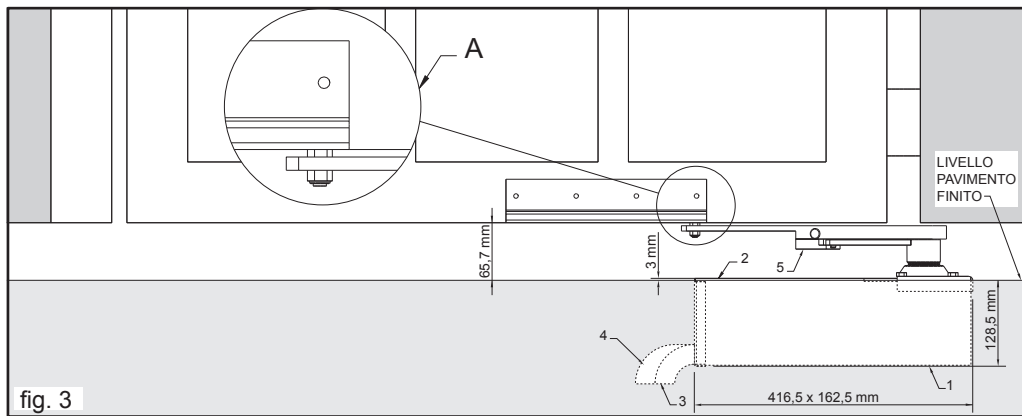

fig. 3
- 2) Eseguire lo scavo sulla base delle misure riportate in fig. 3 nella posizione desiderata.
- 3) Collocare la cassa di fondazione (1 fig. 3) all'interno dello scavo.
- 5) Inserire un tubo per il drenaggio dell'acqua utilizzando il foro praticato sulla cassa (3 fig. 3).
- 6) Inserire una guaina spiralata per il passaggio dei cavi motore usando il foro sulla cassa (4 fig. 3).
- 7) Gettare (il calcestruzzo) all'interno dello scavo; curare la messa in bolla della cassa che deve sporgere dal livello del pavimento finito di 3 mm (= spessore del coperchio - 2 fig. 3).
- 9) Fissare il binario di scorrimento (1 fig. 4) al cancello CHIUSO e in linea con il bordo inferiore del cancello (A fig. 3). Il cuscinetto deve essere a filo con il binario (A fig. 4).
- 2) Dig the hole, in the desired position following the measurements indicated in fig. 3.
- 3) Place the foundation box (1 fig. 3) inside the hole.
- 5) Insert a drainpipe through the hole in the box (3 fig. 3).
- 6) Insert a spiral sheath for the passage of the motor cables through the hole in the box (4 fig. 3).
- 9) Fix the track (1 fig. 4) to the CLOSED gate and in line with the lower edge of the gate (A fig. 3). The bearing must be flush with the track (A fig. 4).
- 2) Die Ausgrabung auf der Grundlage der Maße in Abb. 3 an der gewünschten Stelle ausführen.
- 3) Den Fundamentkasten (1, Abb. 3) in der Ausgrabung so anbringen.
- 5) Einen Drainageschlauch für das Wasser einfügen, hierzu das Loch am Kasten verwenden (3, Abb. 3).
- 6) Einen Spiralmantel für die Durchführung der Motorkabel einfügen, hierzu das Loch am Kasten verwenden (4, Abb. 3).
- 7) In Beton versenken und auf die Nivellierung des Fundamentkastens achten, der 3 mm über den fertigen Fußboden herausragen muss (= Dicke des Deckels - 2, Abb. 3).
- 9) Die Gleitschiene (1, Abb. 4) am GESCHLOSSENEN Tor und auf derselben Linie der unteren Torkante (A, Abb. 3) befestigen. Das Lager muss mit der Schiene abschneiden (A, Abb. 4).
- 2) Creuser le trou à l'emplacement désiré suivant les mesures indiquées dans la fig. 3.
- 3) Placer la caisse de fondation (1 fig. 3) dans le trou.
- 5) Introduire un tube pour le drainage de l'eau en utilisant le trou sur le caisson (3 fig. 3).
- 6) Introduire une gaine spiralée pour le passage des câbles moteur en utilisant le trou sur le caisson (4 fig. 3).
- 7) Couler le ciment à l'intérieur du trou ; veiller à mettre de niveau le caisson qui doit dépasser du niveau du sol fini de 3 mm (= épaisseur du couvercle - 2 fig. 3).
- 9) Fixer le rail de coulissement (1 fig. 4) au portail FERMÉ et aligné avec le bord inférieur du portail (A fig. 3). Le roulement doit être à fleur du rail (A fig. 4).
- 2) Efectúe la excavación basándose en las medidas que se muestran en la fig. 3 y en la posición deseada.